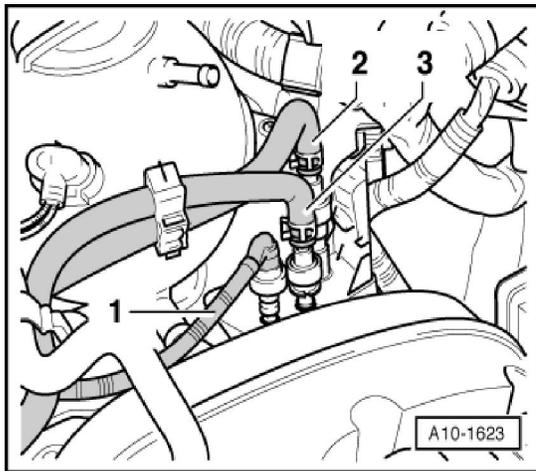

Fig.3 Tubería de alimentación de combustible (2)
Descarga la presión del sistema de combustible. Desconecta la tubería de alimentación (2 en fig.3).
-Desconecta la tubería de alimentación (2 fig.3) y conecta el manómetro